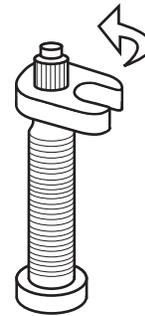

Figure 39. Tournez la clé vers la gauche pour retirer l'embout.
1. Placez la clé de valve Bontrager sur l'embout de la valve Presta en alignant les parties plates de la clé sur les parties plates de la valve (Figure 39).